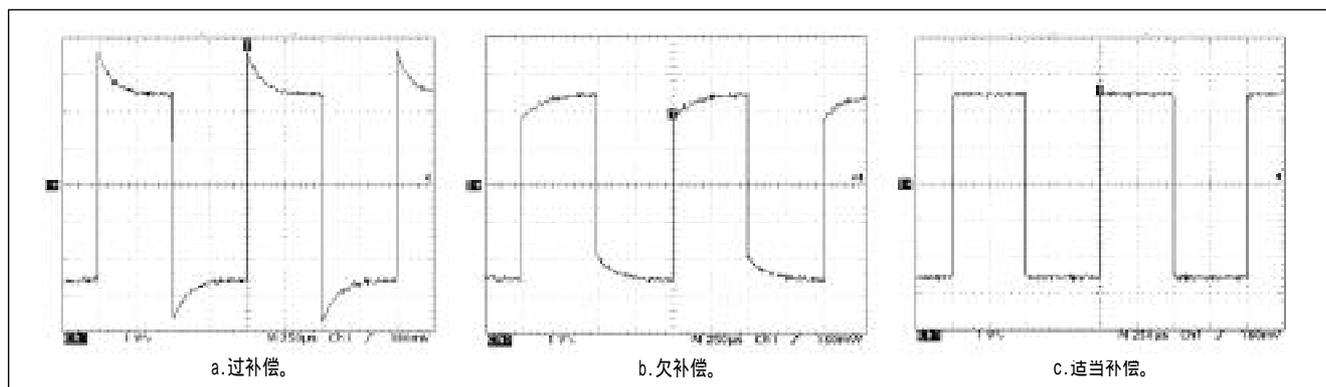

图 1-11. 一个探头补偿效果的例子：对方波的影响。
3. 使用探头自带的调整工具或其他无感调节工具，来调节补偿网络，从而获得一个标准波形，这一波形应当具有平直的顶部，不能有冲及圆弧。(见图 1-11)。